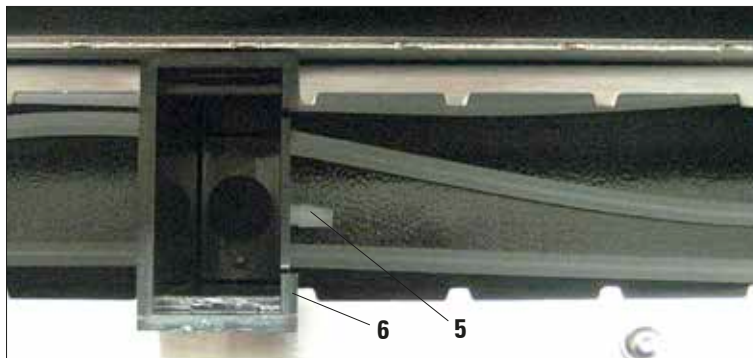

Fig. 23
Placer skyllevandsbeholderne (6) de ønskede steder på platformen. Start med stationen nærmest spildevandstanken. Isæt skyllevandsbeholderen, så slangekoblingen (5) peger mod udtagningskuffen (fig. 23).